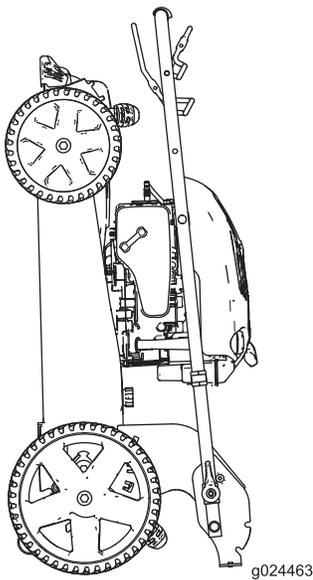

Figura 18
6. Levante la parte delantera de la máquina con el manillar y llévela al lugar de almacenamiento (Figura 18).